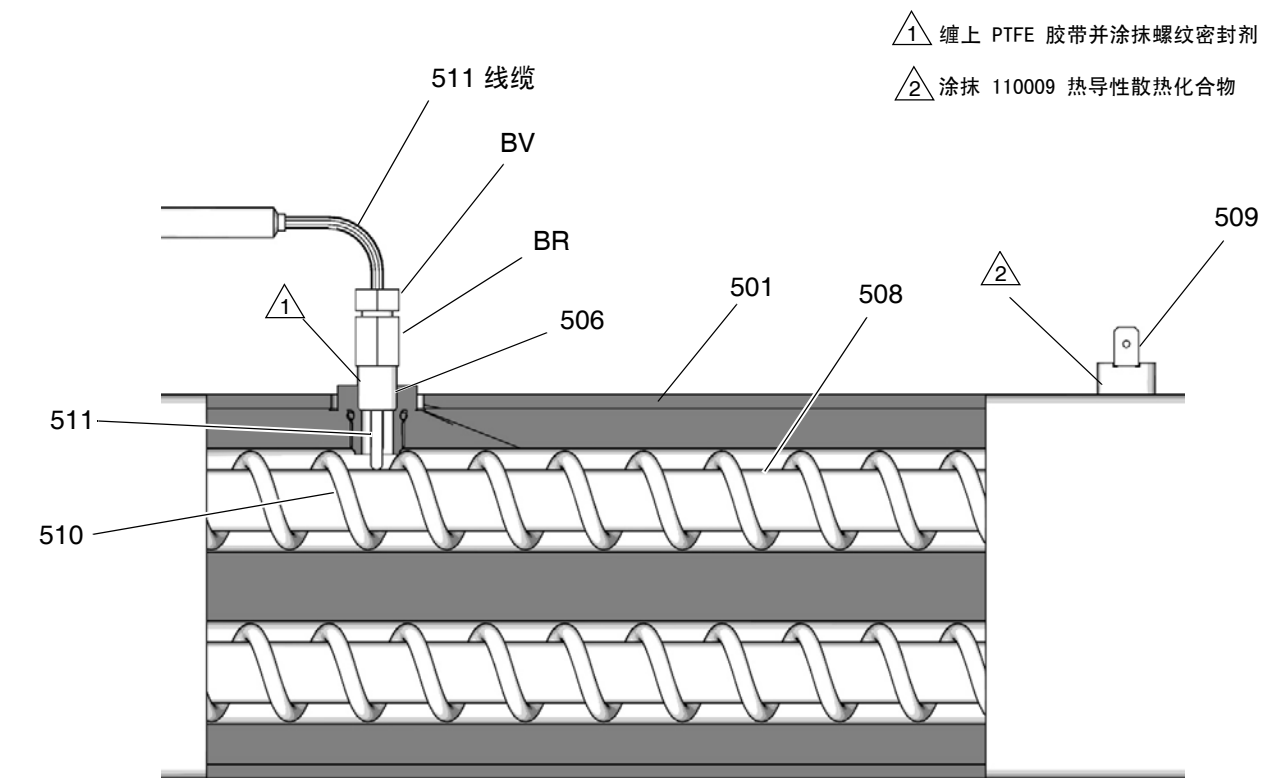

图 69: 热电偶
7. 请参见图 69。松开套圈螺母（BV）。从加热器罩（501）中取出热电偶（511），然后卸下热电偶罩（BR）。除非有必要卸下混合器（510），否则不要卸下热电偶适配器（506）。如果必须卸下转换接头，则当更换转换接头时，要确保混合器（510）不挡道。
8. 更换热电偶。请参见图 69。